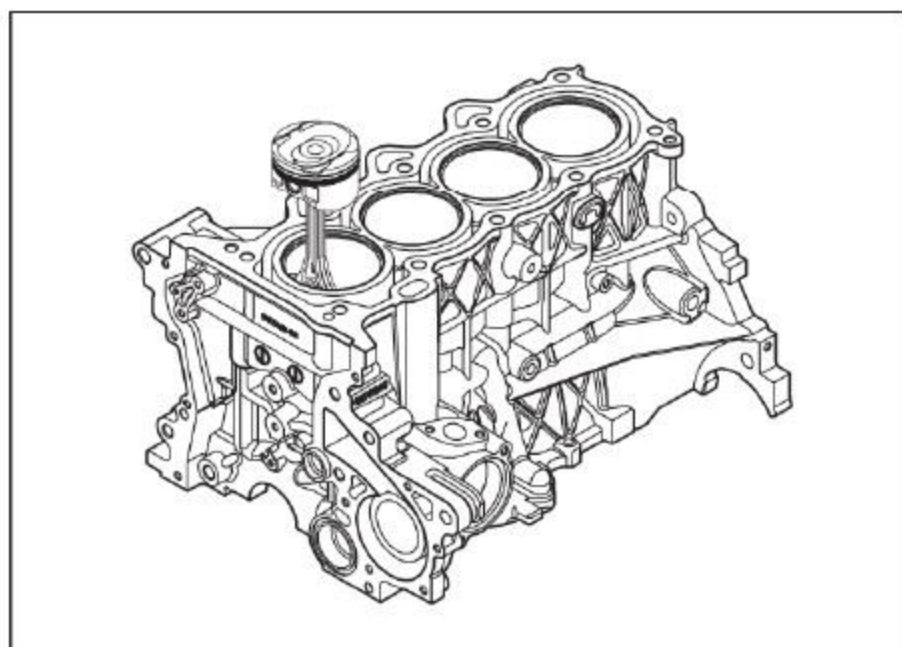

图12-2-2 拆卸活塞连杆组
- (1) 拆卸连杆螺栓，取下连杆盖。
- (2) 用工具从曲轴箱内伸入缸孔后轻轻敲击连杆体、连杆盖结合面，将活塞连杆从缸体内敲出后，从缸体上侧取出活塞连杆组件，如图12-2-2所示。